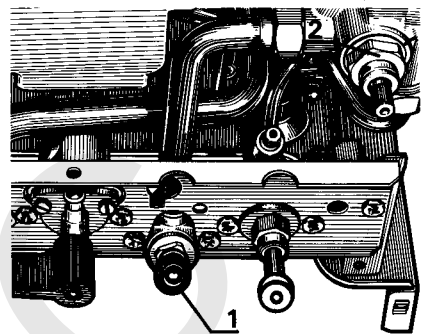

Fig. 13
Cerrar la llave de entrada agua fría (1) (fig. 13).